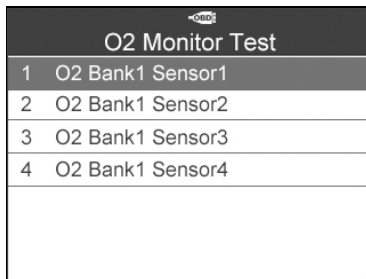

Abbildung 6.17
- 3) Wählen Sie im Menü **O2-Monitor test** über die Scrolltaste **NACH OBEN/UNTEN** die Option **O2-Sensor** aus und drücken Sie die **Y**-Taste. (Abbildung 6.17)